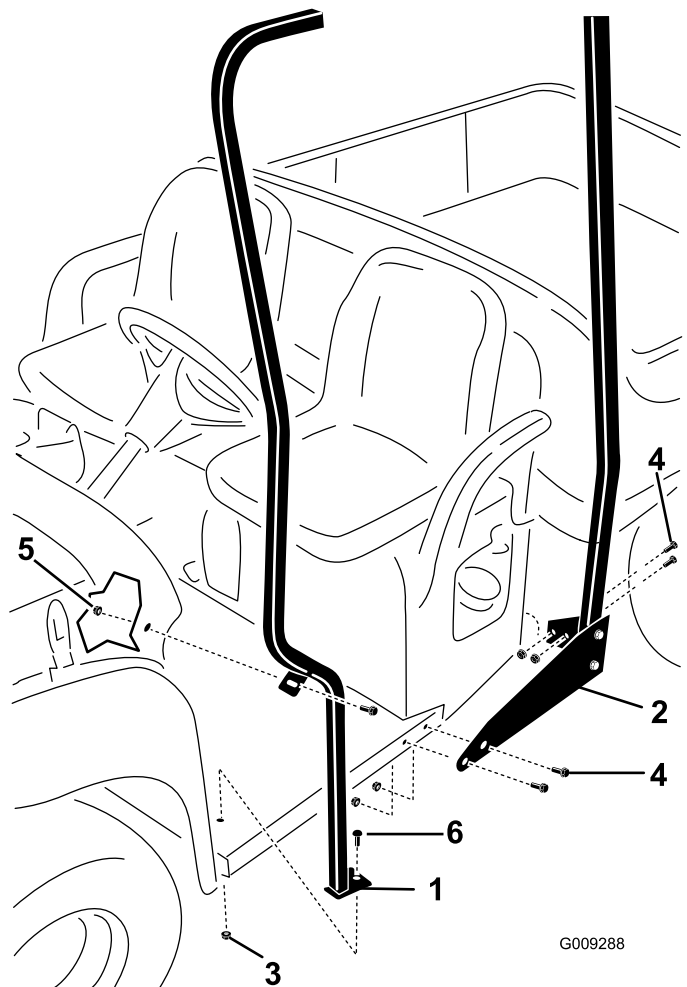

Рисунок 3
- В. Установите, не затягивая, узлы задней трубы и опорного кронштейна на машину при помощи 8 болтов (5/16 x 1 дюйм) и 8 фланцевых гаек (5/16 дюйма), как показано на Рисунок 3.
2. Установите левую переднюю опорную трубу на машину, как показано на Рисунок 3.
6. Выверните задний болт и гайку, которые крепят приборную панель к передней опоре рамы с левой стороны машины (Рисунок 3).
7. Установите, не затягивая, передние опоры на пол машины (Рисунок 3).